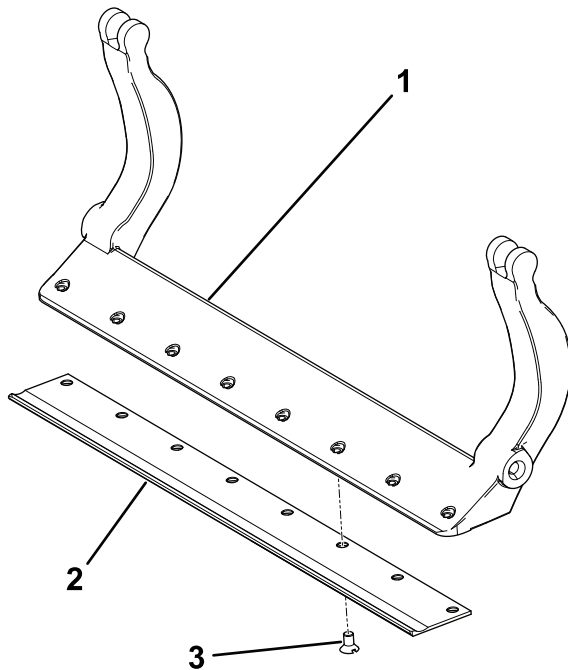

图35
3. 如图35所示在螺丝上涂抹防粘剂将底刀安装到底刀架上
- A. 将 2 个外部螺丝的扭矩上紧至 1N·m 请参阅图 35。
- B. 按照从底刀中间向两端的顺序上紧螺丝扭矩至 2328N·m 请参阅图 35。